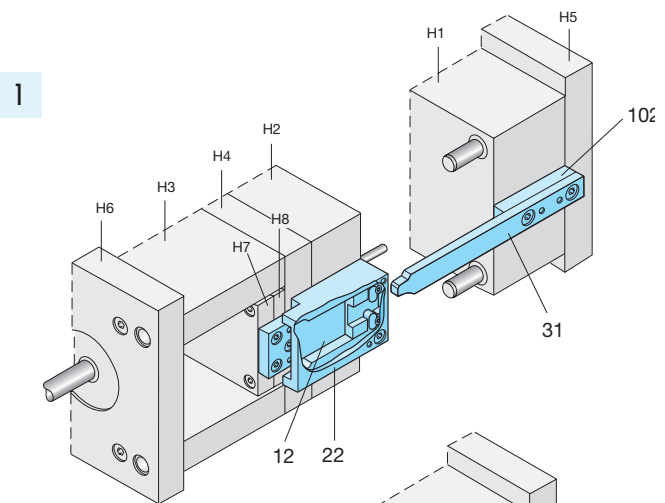

Abbildung 2
Hierbei ist darauf zu achten, dass der Hub (S2) des Auswerferpaketes (H7 und H8) erst dann betätigt werden darf, wenn die Haupttrennebene mindestens um den Weg (S2) plus (S) geöffnet worden ist (siehe auch Abbildung 2).